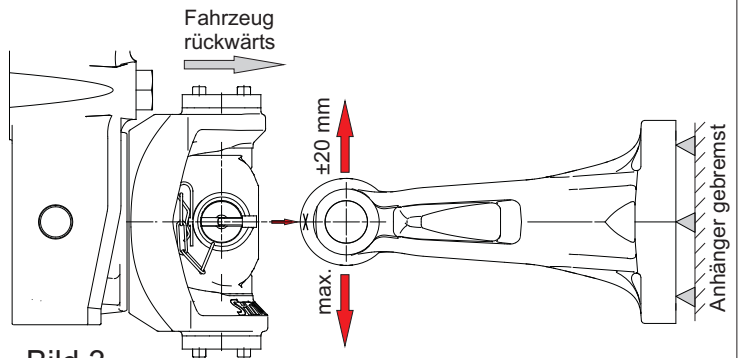
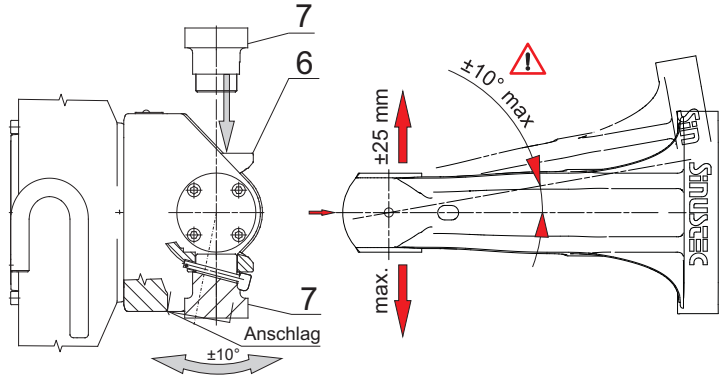

Bild 3
Bild 4
- 4.1.1** Federsplinte mit Klappsplinte (9) und Kupplungsbolzen (5) herausnehmen. [ Bild 1 ] Zugfahrzeug und Anhänger in eine Position zueinander bringen, wie in Bild 3 und Bild 4 dargestellt. Die angegebenen maximalen Abweichungen dürfen nicht überschritten werden. Beide Anschlagbolzen (7) einsetzen [ Bild 4 ] Langsam rückwärts fahren, bis die Zugöse komplett im Fangmaulgrund aufgenommen ist. Die Zugösenaufnahme (6) muss sich dabei zur Zugöse ausrichten. Der Kuppelvorgang ist zu wiederholen, wenn sich die Zugöse im Fangmaul sperrt, bevor der Fangmaulgrund erreicht ist; beispielsweise indem der maximal zulässige Winkel von  $\pm 10^\circ$  zwischen Zugfahrzeug und Anhänger überschritten wurde. Nicht versuchen, lediglich die Kuppelkraft zu erhöhen! Dies kann zu Schäden an den Funktionsflächen führen. Ein erneuter Kuppelvorgang ist dann eventuell so nicht mehr möglich.